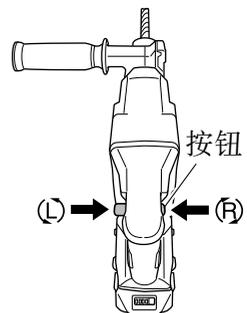

图 11
6. 检查钻头的旋转方向 (请参照图 11)
按按钮的 R (右) 侧, 钻头会顺时针转 (从后方看)。(请参照图 11)。